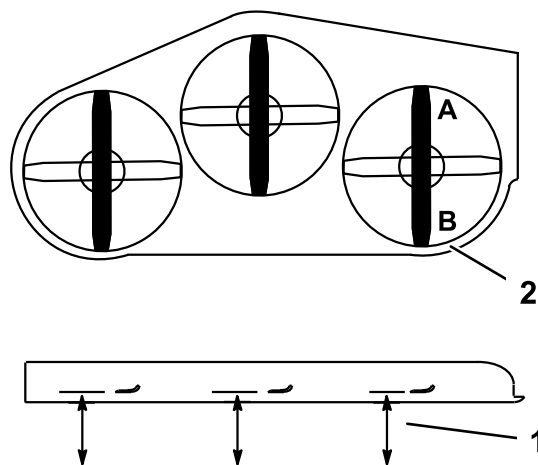

Figura 82
1. Coloque la cuchilla derecha en posición longitudinal (Figura 82).
2. Mida la cuchilla derecha en la posición **A** desde una superficie nivelada hasta el filo de corte del extremo de la cuchilla (Figura 82).
4. Mida la cuchilla derecha en la posición **B** desde una superficie nivelada hasta el filo de corte del extremo de la cuchilla (Figura 82).
6. La cuchilla del cortacésped debe estar entre 6 y 10 mm (1/4–3/8 pulg.) más baja en la posición **A** que en la posición **B** (Figura 82). Si no es correcta la distancia, continúe con los pasos siguientes.